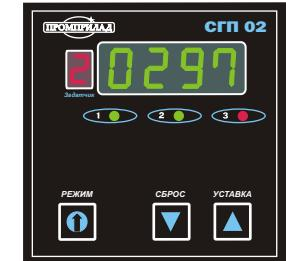

Рис. 1
- а) нажмите кнопку "Режим", после чего прекратится индикация числа импульсов и прибор войдет в Режим установки задатчиков. При этом на ЦИ индицируется указатель номера задатчика (первая меньшая декада ЦИ) и значение соответствующего задатчика (Рисунок 1).